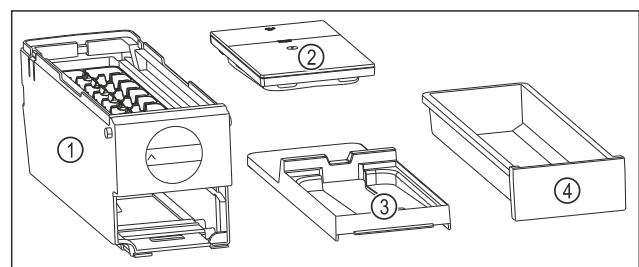

Fig. 76 Sastavni dijelovi sustava EasyTwist-Ice
- EasyTwist-Ice je rastavljen u četiri dijela. (pogledajte Fig. 76)
- Sustav EasyTwist-Ice rastavite samo u dijelove prikazane slikom. (pogledajte Fig. 76)
- Tijelo sustava EasyTwist-Ice Fig. 76 (1) čistite kao cjelinu.